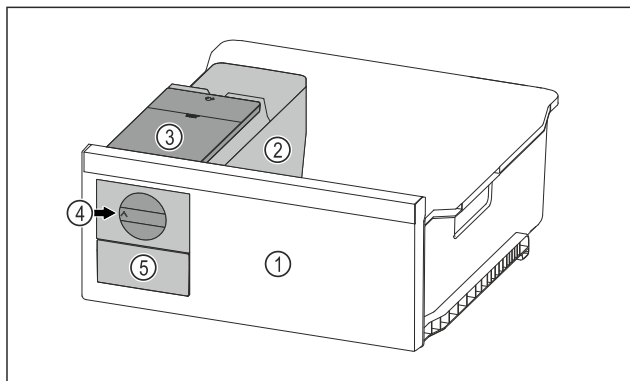

Fig. 99 Eksempelfremstilling
- ▶ Vri dreieknotten Fig. 99 (4) med klokken til den stopper.
- ▷ Isbitene faller fra isbitbrettet og ned i isbitskuffen Fig. 99 (5).